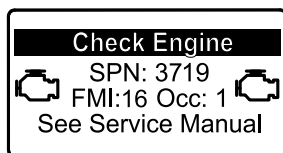

図 40
- ・ 駐車再生が必要になると、インフォセンターにエンジン警告 SPN 3719, FMI 16 図 40 が表示され、エンジン出力が 85% にダウンします。